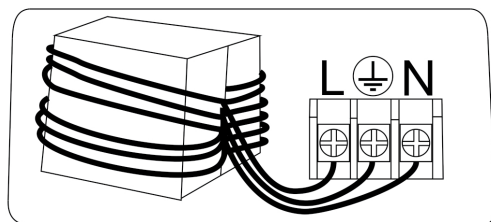

Fig. 5
- Si l'appareil est installé avec le câble encastré dans le mur, retirez d'abord la vis (8) (Fig. 2) du capot inférieur de l'appareil (5), puis désinstallez le câble d'origine situé à l'intérieur du périphérique. Le câble encastré dans le mur doit être inséré dans l'appareil et enroulé 4 fois dans la ferrite, au câble L (marron), N (bleu) et à la terre  (jaune - vert) à la borne, conformément à la Fig. 5. Ensuite, le capot inférieur de l'appareil (5) peut être fermé.